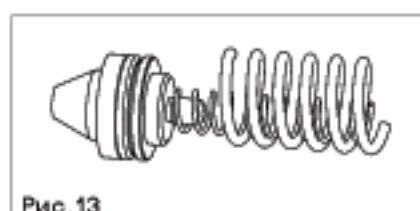

Рис.13
- извлечь большую пружину и блок регулирующий клапан/маленькая пружина (рис. 13);